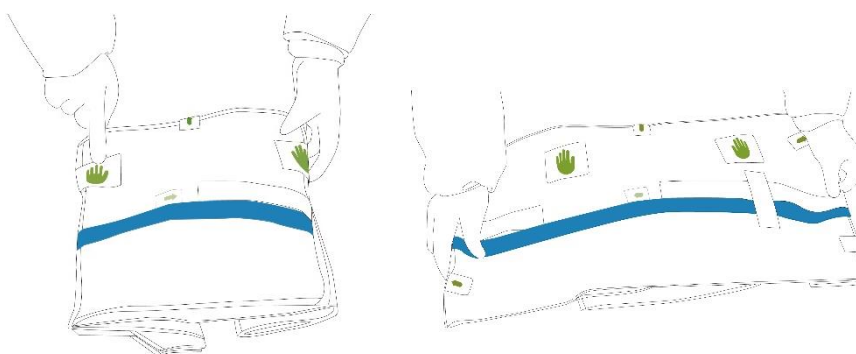

Рисунок 6.1. Складывание по направлению вниз
1. При необходимости отрегулируйте положение каждого манипулятора инструментов таким образом, чтобы обеспечить достаточное пространство, чтобы зачехлить манипулятор инструментов с помощью чехла, при этом чехол должен быть откинут вниз и открыт (рис. 6.1).